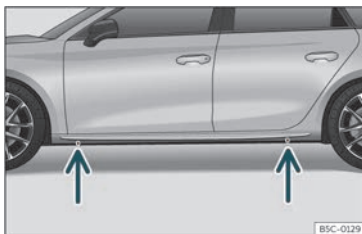

Fig. 42 Punts de suport del gat.
- Cerqueu al llarguer la marca del punt de recolzament del gat (zona enfonsada) més proper a la roda a canviar >>> **fig. 42**.